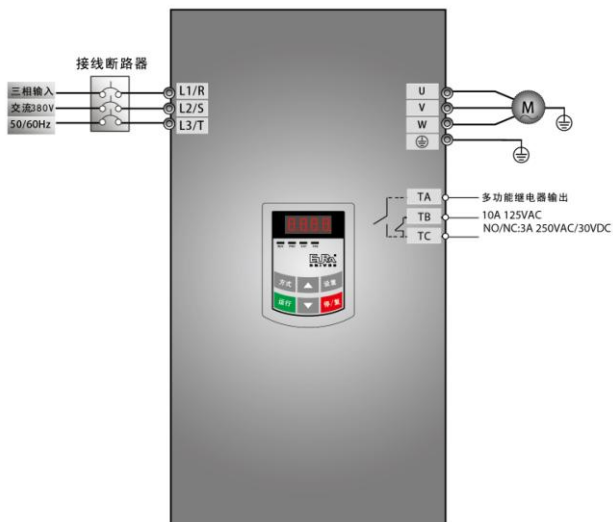

图 5-7 接线图 1
- (1) 按图 5-7 配线，检查接线正确后，合上空气开关，变频器上电；
- (2) 按方式键，进入编程菜单。
- (3) 进行电机参数测量
- (2) 按方式键，进入编程菜单；
- (3) 进行电机参数测量；操作步骤与例 1 完全相同。
- (4) 设置变频器的功能参数；
(4) 设置变频器的功能参数；